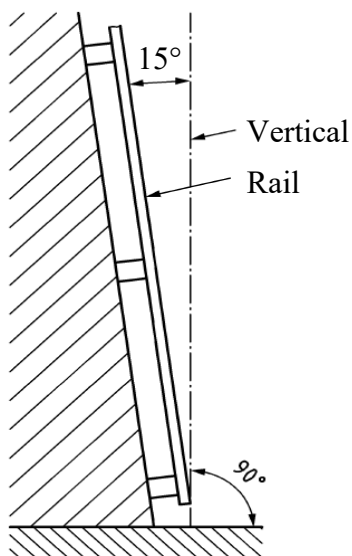

Figure 4: Inclinaison verticale dans l'espace
- La flèche de repérage est orientée vers le haut (Fig. 4).